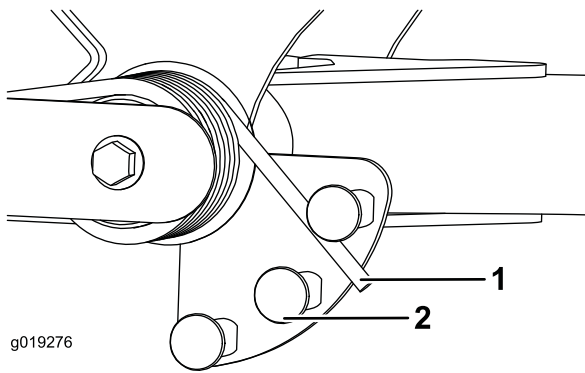

Рисунок 53
2. Вставьте трубу или аналогичный предмет в длинный конец пружины и поверните его вокруг пружинного привода в нужное положение (Рисунок 53).